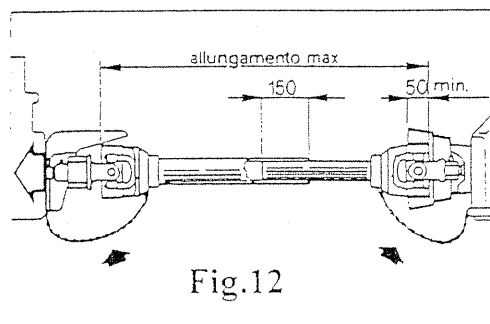

Fig.12
* Assicurarsi che il cardano in posizione di massima chiusura resti aperto non meno di 5 cm; in caso di massima apertura i due pezzi devono essere sovrapposti non meno di 15 cm. (fig.12)
Make sure that, when the drive-shaft is at maximum closing, there are still 5 cm left and, when it is at maximum extension, the two parts overlap at least 15 cm.(fig.12)